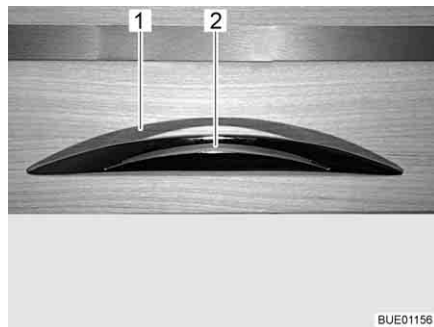

Fig. 40 Sportello del mobile con maniglia di sbloccaggio
- Premere la maniglia di sbloccaggio (Fig. 40,2) e mantenerla premuta.
- Tirare la maniglia di sbloccaggio (Fig. 40,1) finché lo sportello del mobile non si apre.